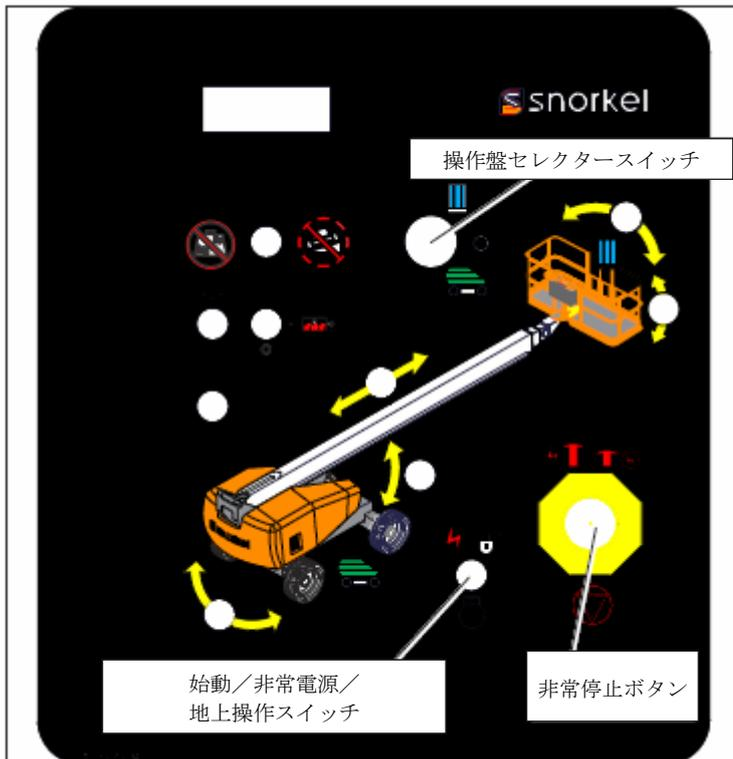

図 10.2 - 下部操作盤
2. 操作盤セレクタースイッチ（図 10.2 を参照）にキーを差し込み、下部操作盤位置に回します。